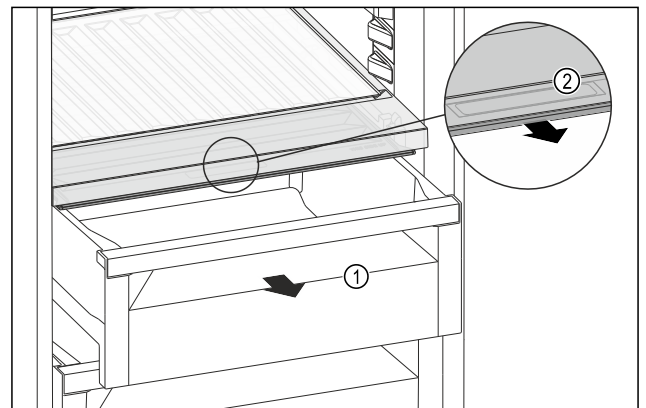

Fig. 183
- ▶ Витягніть висувний ящик Fig. 183 (1).
- ▶ Візьміться за потайну ручку Fig. 183 (2) на кришці відділення й одночасно потягніть кришку відділення вперед.